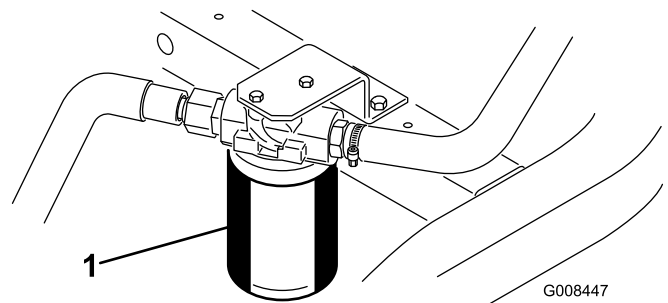

Figure 57
1. Nettoyez la surface autour de la surface de montage du filtre (Figure 57). Placez un bac de vidange sous le filtre et enlevez le filtre.